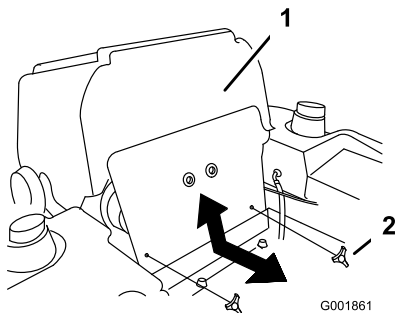

Bild 43
1. Kippen Sie den Sitz nach vorne und entfernen Sie die vordere Motorverkleidung (Bild 43).